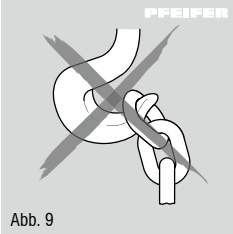

Abb. 9
- Last stets in der Hakenmitte (Hakengrund) einhängen. Hakenspitze nicht belasten. Dies gilt für oberen und unteren Lasthaken (Abb. 9).
- Hakenspitze nicht belasten (Abb. 9).
- In explosionsgefährdeter Umgebung (EX) ist der Einsatz verboten!
dass damit gearbeitet wird, muss der Schalthebel in Stellung Heben (auf/up), verbleiben. Die Last stets in der Hakenmitte einhängen. Hakenspitze nicht belasten (Abb. 9).